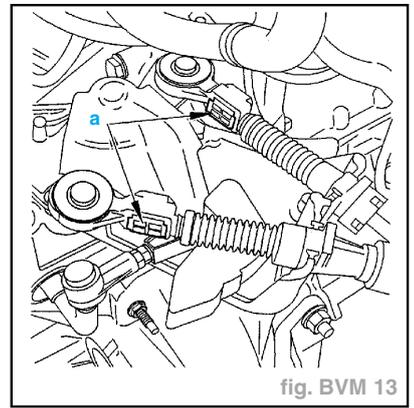

fig. BVM 13
- Déverrouiller les clés de rotules en "a" (fig. BVM 13).